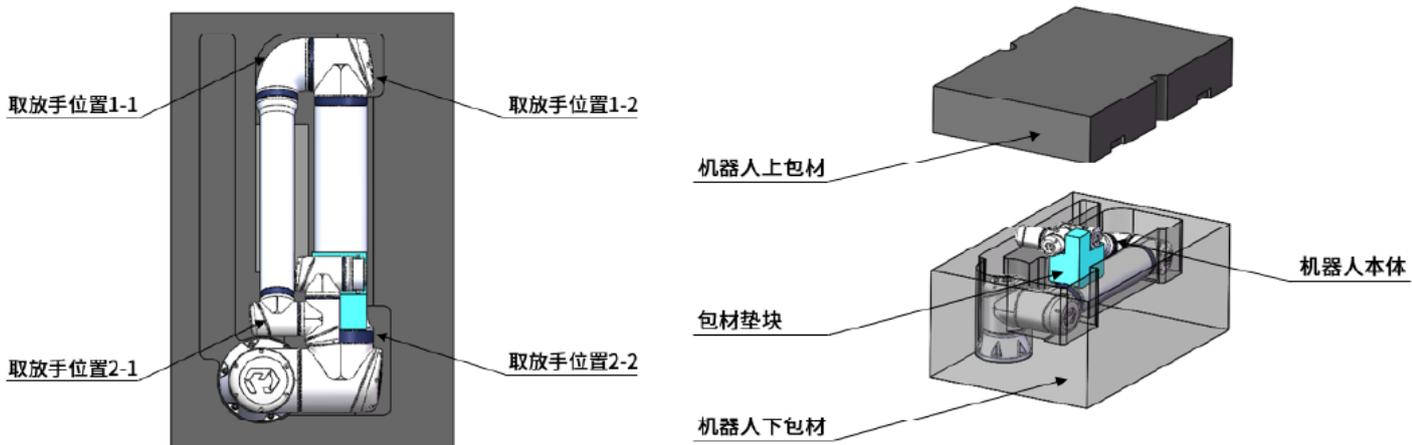

图 6-1: 机器人打包图 1
1. (A1: 135°、A2: -180°、A3: 160°、A4: 110°、A5: 0°、A6: -90°)，如图 6-1所示；